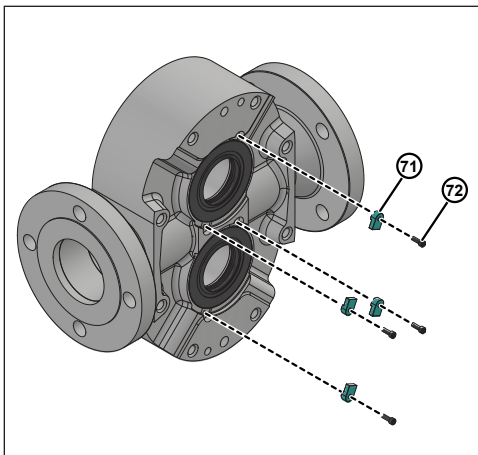

Abbildung 118 - Schrauben und Aufnahmelasche montieren
5. Montieren Sie alle Halterungsglaschen (71) und die Halterungsschrauben (72) vom Pumpengehäuse, wie in Abbildung 118 dargestellt. Dies gilt für Modell 006-130.